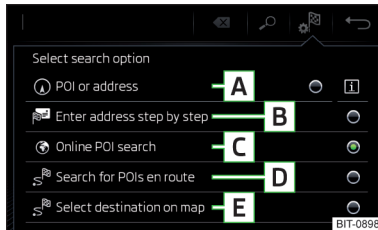

Abb. 163
#### Funktionsflächen » Abb. 163
- › Anschließend die Funktionsfläche eines der Menüpunkte für die Zielsuche **A**, **C** oder **D** antippen » Abb. 163 auf Seite 149.
- ▶ Anschließend die Funktionsfläche **B** → **E** » Abb. 163 auf Seite 149 antippen.